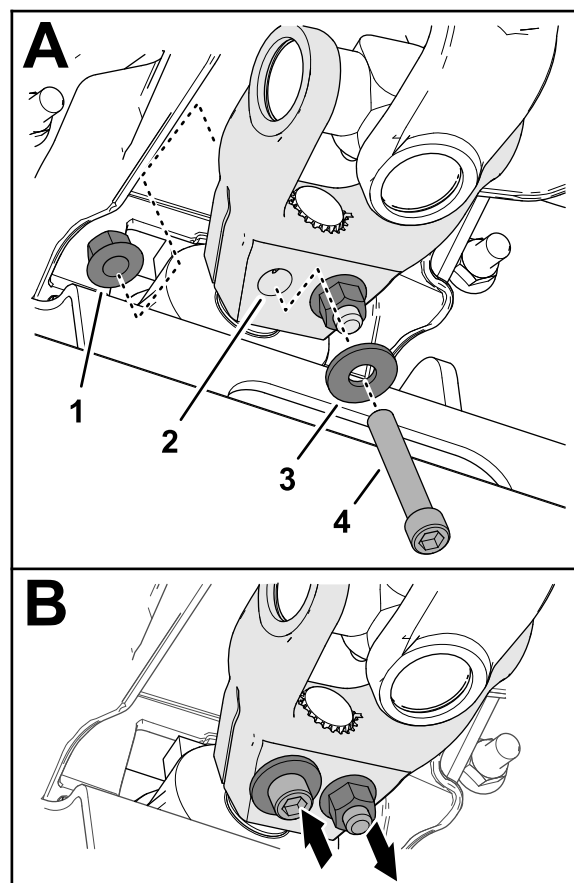

Figure 18
6. Insérez une vis à tête creuse ( $\frac{3}{8}$ " x  $2\frac{1}{4}$ " ) dans une rondelle ( $\frac{3}{8}$ " ) et dans le trou de la chape de l'arbre d'entraînement (Figure 18), et fixez la vis en place avec un contre-écrou à embase ( $\frac{3}{8}$ " ).
7. Insérez une vis à tête creuse ( $\frac{3}{8}$ " x  $2\frac{1}{4}$ " ) dans une rondelle ( $\frac{3}{8}$ " ) et dans le trou de la chape de l'arbre d'entraînement en passant par l'autre côté (Figure 18), et fixez la vis en place avec un contre-écrou à embase ( $\frac{3}{8}$ " ).